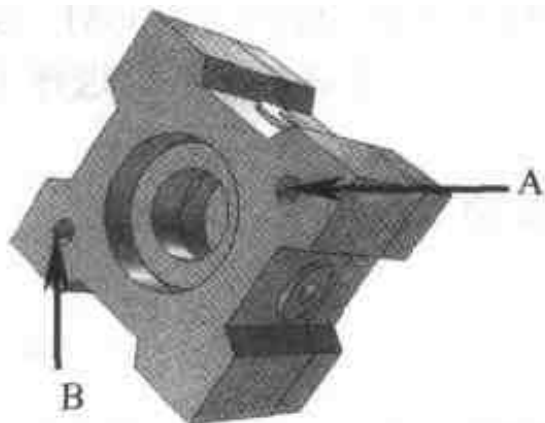

图 3.85 完成衬套的装配
- (4) 按 F10 键，关闭【三维球】命令，结果如图 3.85 所示。
- (1) 单击【插入零件/装配】按钮，在书附光盘内的 score\example\jixie\3\钻模文件夹中找到“7 支承衬套.ics”文件，单击【打开】按钮。
- (2) 在【设计树】中右击【7 支承衬套】，选择【拷贝】命令，再右击【7 支承衬套】，选择【粘贴】命令。
- (3) 在【设计树】中选择第一个【7 支承衬套】，单击【三维球】按钮，右击【三维球】的中心，选择【到中心点】命令，单击如图 3.85 所示圆周(A)。接着选择第二个【7 支承衬套】，单击【三维球】按钮，右击三维球的中心，选择【到中心点】命令，单击如图 3.85 所示的圆周(B)。